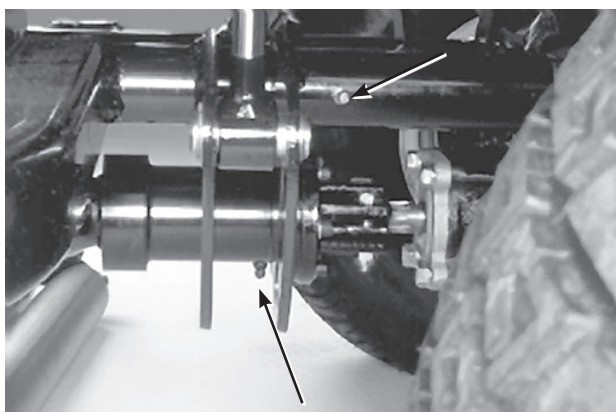

図 37
- 後昇降アームのピボット (2ヶ所)、駆動シャフトのクラッチ (1ヶ所) (図37)